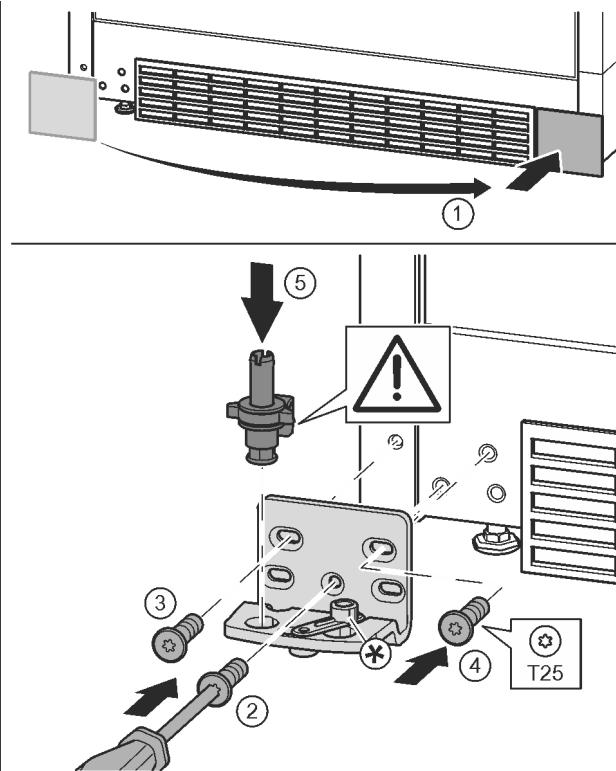

Fig. 17
- ▶ 取下盖板并安装至另一侧。Fig. 17 (1)
- ▶ 将托架安装到另一侧，并借助 T25 螺丝刀旋紧。用螺钉 2 从底部的中心开始。Fig. 17 (2)
- ▶ 旋紧螺钉 3 和 4。Fig. 17 (3, 4)
- ▶ 将轴承螺栓完全装入。同时注意止动凸轮需指向后方。Fig. 17 (5)